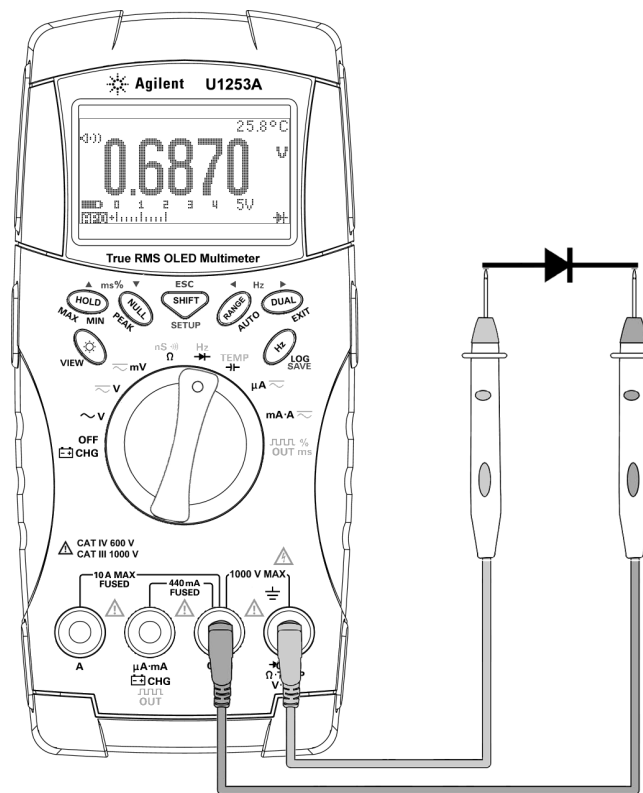

Figure 2-10 Mesure de la polarisation directe d'une diode
- 3 Connectez le cordon de test rouge à la borne positive (anode) de la diode et le cordon de test noir à la borne négative (cathode). Reportez-vous à la Figure 2-10 à la page 47.